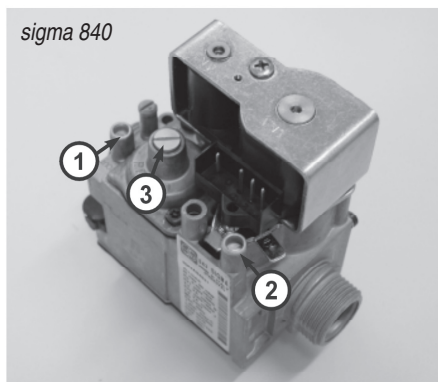

Рис. 13
1. Ослабьте винт измерительного места входного давления газа на газовом клапане GV2 Sigma 840 (рис.13/поз.2)
5. Ослабьте винт измерительного места выходного давления газа на газовом клапане GV2 (рис.13/поз.1)
7. Ослабьте покрытие на газовом клапане GV2 (рис. 13 / поз. 3), где находится пластмассовый винт мощности (максимальная мощность).